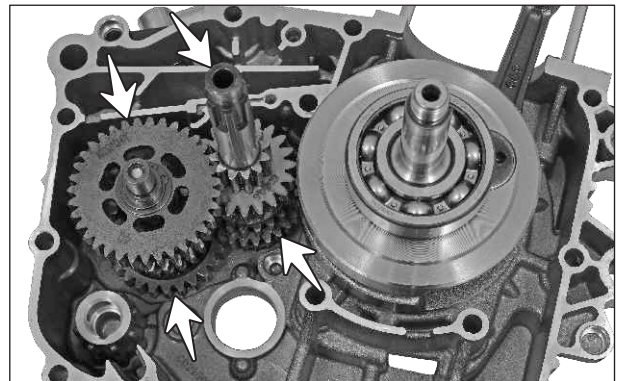

Fig. 3.140
- Retire los 11 tornillos hexagonales (M6x45) (A) y los 3 tornillos hexagonales (M6x50) (B) del cárter (Fig. 3.140)
- Retire del cárter izquierdo, el eje del clutch y el eje de salida como conjunto. (Fig. 3.140)